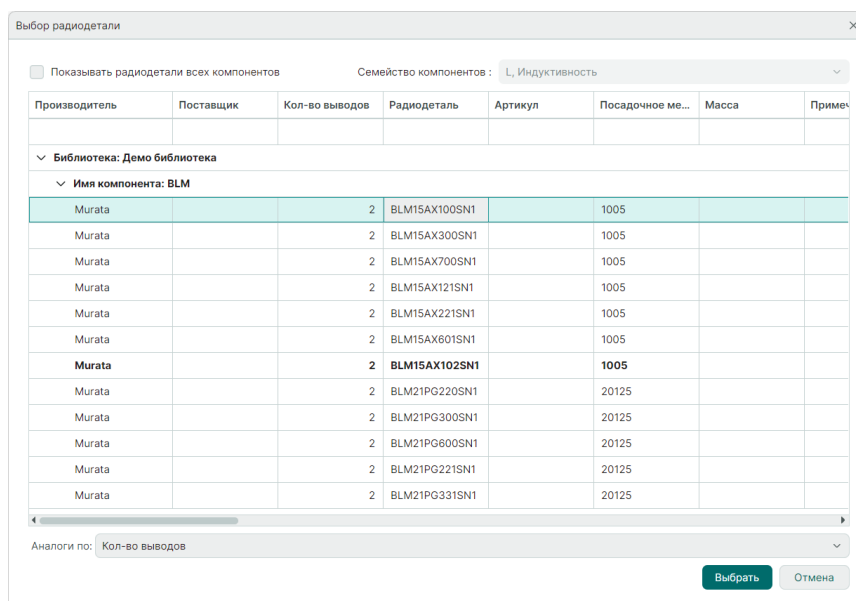

Рис. 97 Окно «Выбор радиодетали»
2. Выберите радиодеталь в окне «Выбор радиодетали», см. Рис. 97.